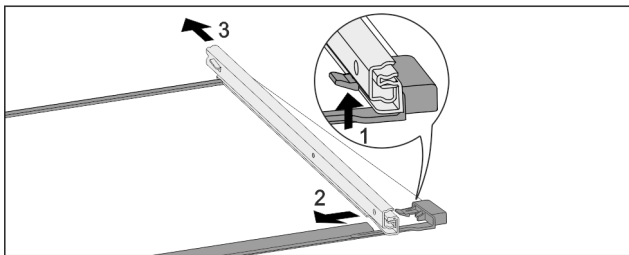

Fig. 133 Tablette en verre avec rails
- ▶ Pousser le crochet d'enclenchement avant vers le bas. Fig. 133 (1)
- ▶ Pousser le rail télescopique vers le côté Fig. 133 (2) et vers l'arrière Fig. 133 (3).